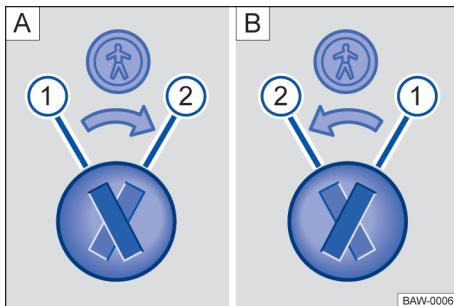

Fig. 44 Trava de segurança para crianças: **A** porta traseira esquerda, **B** porta traseira direita.
Legenda para → Fig. 44:
- Introduzir a haste da chave na ranhura da trava de segurança para crianças para ativar ou desativar → Fig. 44.